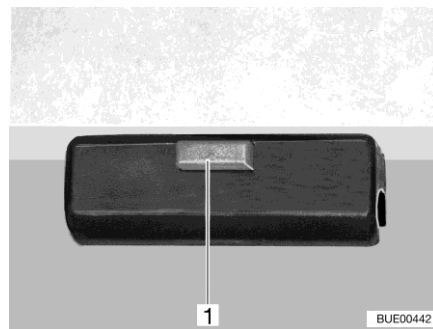

Fig. 123 Bloqueo
- Soltar el bloqueo (Fig. 123,1) del tablero de la mesa.